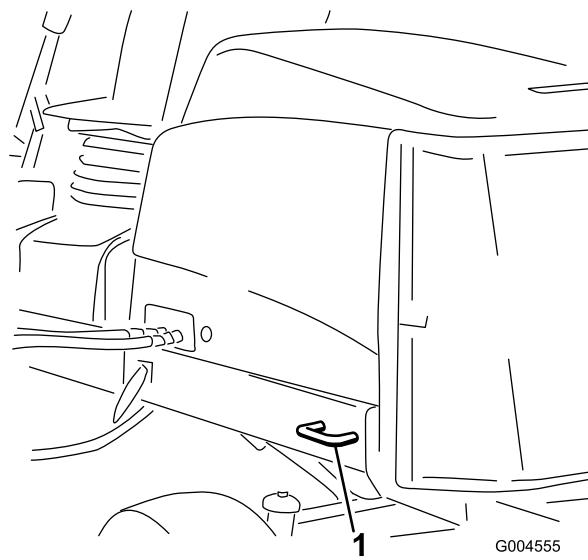

Bild 26
- **Heck der Maschine:** Jede Maschinenseite am Hinterrahmen (Bild 26).